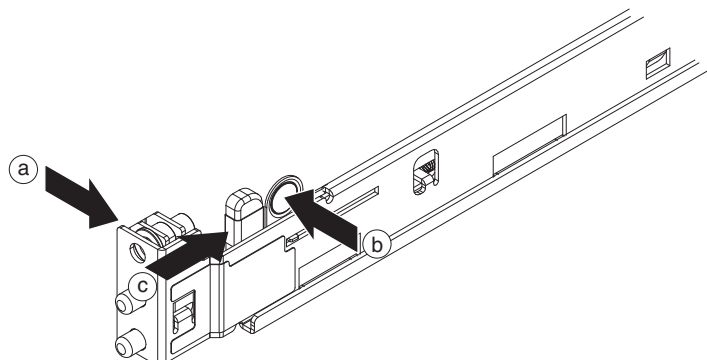

図6. ラックに取り付ける左側のレールの前面
4. 17ページの図6に示すように、左側のレールの前面を挿入します。左側のレールの前面を挿入するには、以下の手順を使用してください。